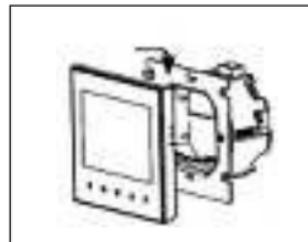

Рис. 7
6.3.3. Установите обратно переднюю панель на закрепленную монтажную пластину таким образом, чтобы 4 крючка монтажной пластины попали в отверстия и при сдвиге вниз до упора вошли в пазы передней панели (*рис. 7*).